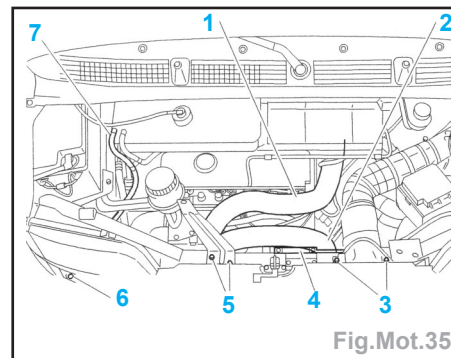

Fig.Mot.35
- Déposer (Fig.Mot.35) :
- le verrouillage capot (4),